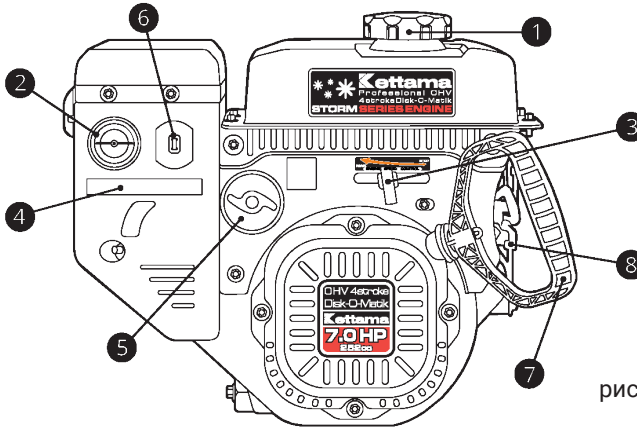

рис. 18
- Откройте крышку 1 топливной заливной горловины (рис. 18).